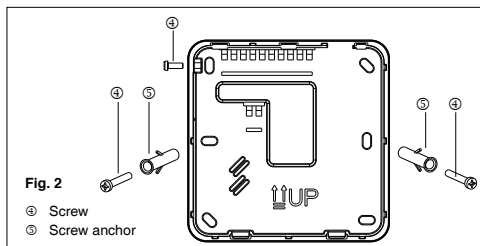
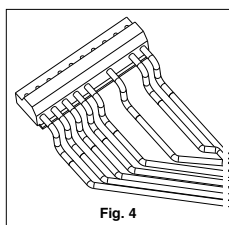

Fig. 2
Fig. 4
- Separare la base del comando rimuovendo la vite di chiusura posizionata nella parte superiore sinistra (Fig. 2). Posizionare la base sulla parete contrassegnando i punti di foratura.
- Effettuare i collegamenti ai connettori del comando (Fig. 4).
- Fissare il comando a parete utilizzando gli appositi tasselli ⑤.
- Richiudere il comando con il suo coperchio tramite la vite tolta in precedenza (Fig. 2).